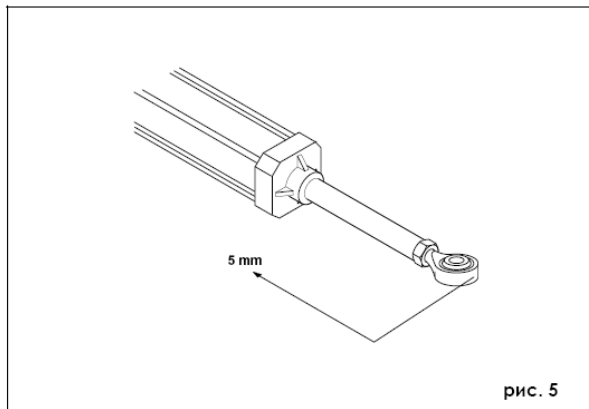

рис. 5
- 5) Вытяните шток в конечную точку хода поршня и затем вдвиньте приблизительно на 5 мм (рис. 5).